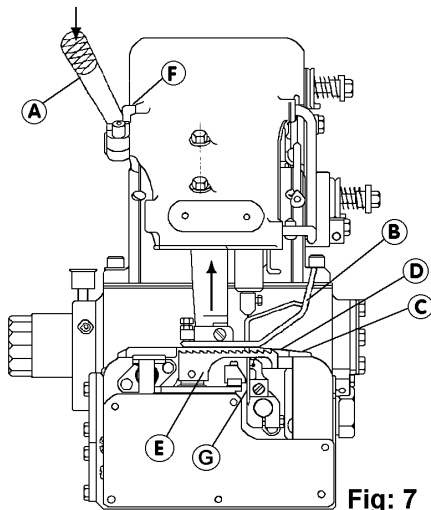
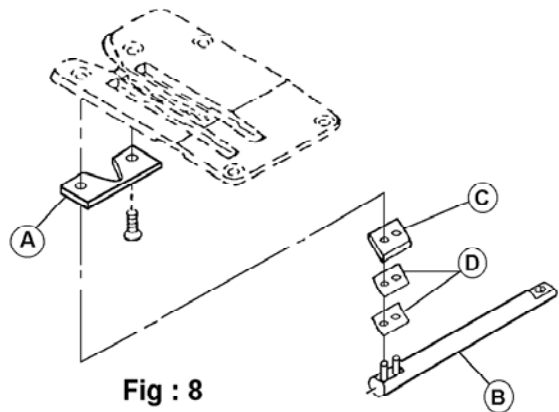

Fig: 7
Fig : 8
1. Siehe Abb. 7. Die Versorgung mit Druckluft und Strom absperren, so dass die Maschine sich im absoluten Ruhezustand befindet
2. Den Griff A zum Öldruckmesser (I) hin drücken. Hierdurch bewegt sich die Basis B nach oben von der Förderplatte (D) weg.
3. Eine 6 mm dicke Platte zwischen dem Griff (A) und der Schraube (F) schieben.
5. Die Förderplatte (D) entfernen, dazu die Schrauben (C) herausdrehen
6. (siehe Abb.8) Die bewegliche Klinge (C) wird von zwei Federn (D) gehalten und von den zwei Stiften auf der Welle (B) positioniert.
7. Beim Auswechseln oder Wenden des Messers empfiehlt es sich, auch die Federn (D) auszuwechseln.
9. Das Messer auswechseln oder umdrehen. Abb.7
11. Nicht vergessen, die Scheibe zwischen Griff (A) und Schraube (F) zu entfernen.